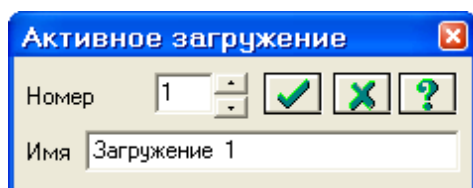

Рис.1.10. Диалоговое окно **Активное загрузке**
Допускается задание до 99 загрузок. Каждому загрузке присваивается номер и произвольное имя. Загрузка может содержать любое количество нагрузок. Номер и имя загрузки присваиваются с помощью диалогового окна **Активное загрузке** (рис.1.10),
- Смените номер текущего нагружения, вызвав диалоговое окно **Активное нагружение** (рис.1.10) с помощью меню **Нагрузки** ⇒ **Выбор нагружения** (кнопка  на панели инструментов).